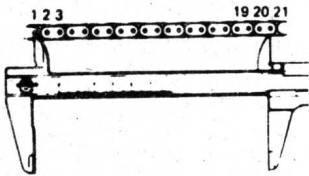

图 1-30
8. 检查正时链条 20 节的长度。如图 1-30 所示,标准尺寸为 127.0 毫米,使用极限为 129.9 毫米。超过极限应予更换。